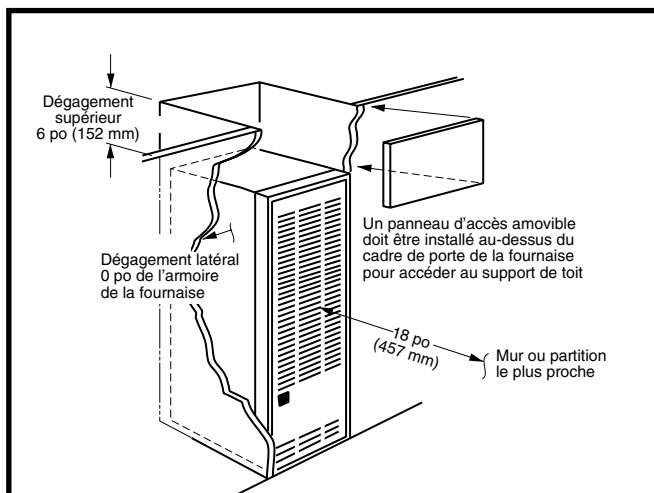
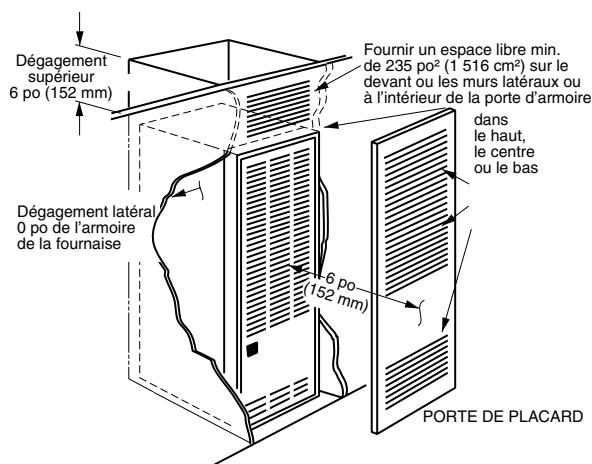
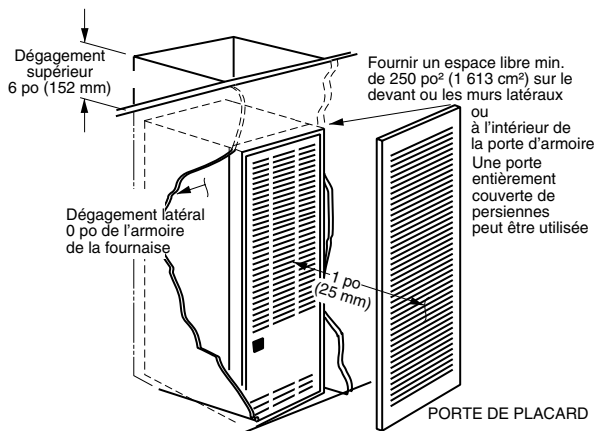

Figure 1. Installation dans une alcôve
Figure 2. Installations de placard
Figure 3. Dégagement spécial de 2,5 cm
Cet appareil de chauffage doit être installé avec un dégagement au moins égal aux minimums spécifiés dans le Tableau 1, (page 5). Cette fournaise doit être installée avec un dégagement amplement suffisant pour permettre un accès facile au filtre à air, à l'ensemble du souffleur, à l'ensemble du brûleur, aux commandes et aux branchements d'aération. Voyez la Figure 1, Figure 2 et la Figure 3.
- Les dimensions de la pièce ou de l'alcôve doivent convenir à la taille complète des dégagements de la fournaise et de l'installation spécifiés dans le Tableau 1, \(page 5\) et dans la Figure 1 \(page 4\).